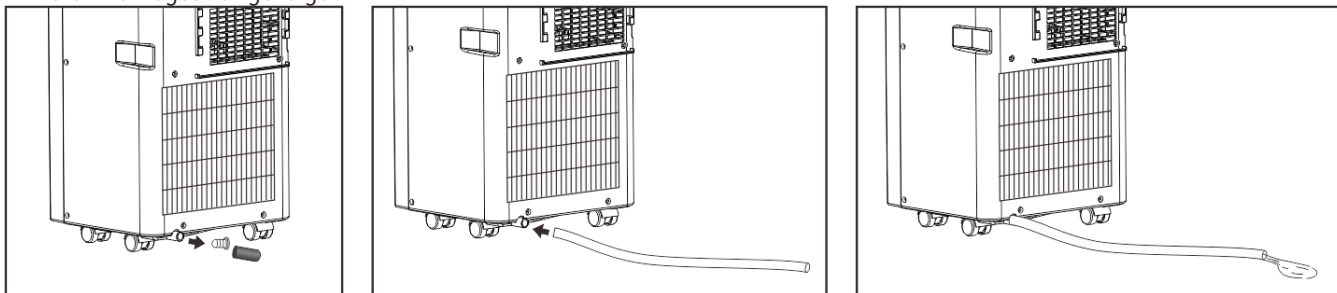

Fig.3
- Hvis vannsprutmotoren er skadet, kan kontinuerlig drenering brukes. Å koble dreneringsslangen til det nederste avløpshullet (Fig. 3), kan også fungere godt.